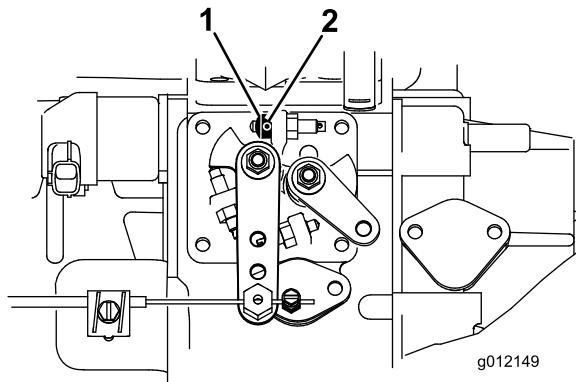

Figura 6
1. Allentate la vite di arresto sul fermo acceleratore (**Figura 6**).
2. Infilate il fermo acceleratore all'interno della vite d'arresto della minima superiore (**Figura 6**). L'estremità smussata del fermo acceleratore deve essere posizionata verso l'esterno.